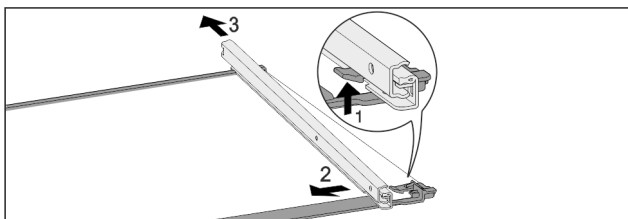

Fig. 124 Ripiano in vetro con guide
- ▶ Premere il gancio di fermo anteriore verso l'alto. Fig. 124 (1)
- ▶ Far scorrere la guida estraibile di lato Fig. 124 (2) e verso il lato posteriore Fig. 124 (3).